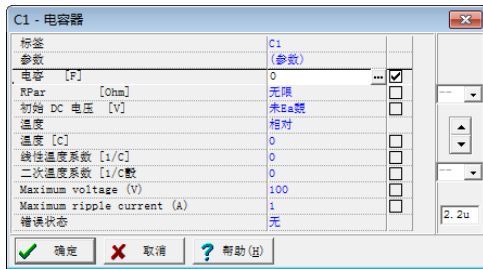
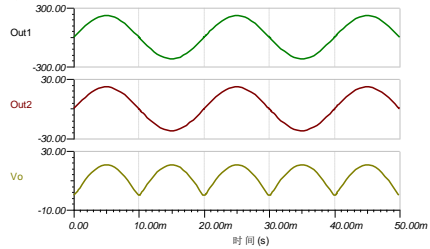

图 146 设置电容量修改成“0”
图 147 不接 C1 时的输入输出波形
① 电容器 C1 不接入时的瞬态仿真：双击电容器 C1，如图 146 所示将电容量修改成“0”，即为不接入。执行【分析|瞬态现象】菜单命令，得到如图 147 所示的输入输出波形。